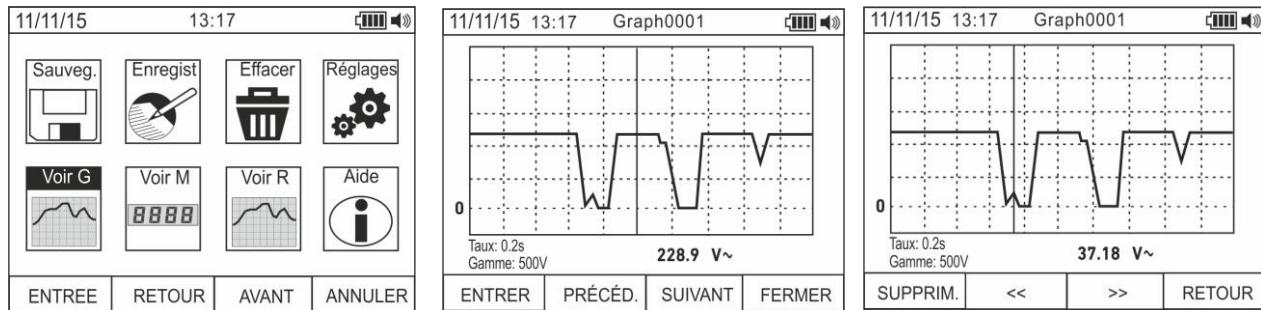

Fig. 18: Chargement des graphiques à l'écran
27. Utiliser les touches **F2** ou **F3** pour sélectionner l'icône « Voir G » et appuyer sur la touche **F1** (voir Fig. 18 – partie gauche)
28. Utiliser les touches **F2 (PREC)** ou **F3 (SUIV)** pour sélectionner le graphique souhaité parmi ceux qui ont été sauvegardés dans la mémoire de l'instrument et appuyer sur la touche **F1 (ENTREE)** pour ouvrir le graphique (voir Fig. 18 – partie centrale)
29. Utiliser les touches **F2 (<>)** ou **F3 (>>)** pour déplacer dans les deux directions le curseur présent à l'intérieur du graphique, en observant la valeur correspondante dans la partie basse de l'écran (voir Fig. 18 – partie droite)